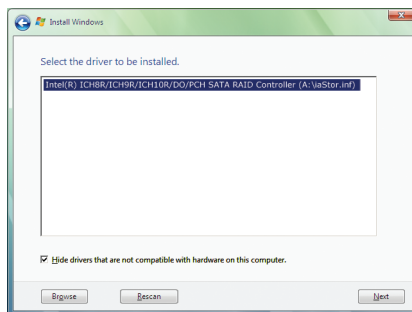

Figure 7
Lorsqu'un écran comme celui dans la Figure 7 apparaît, sélectionnez **Intel(R) ICH8R/ICH9R/ICH10R/DO/5 Series/3400 Series SATA RAID Controller** et cliquez sur **Next**.